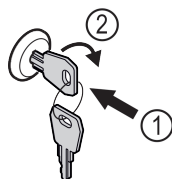

Fig. 177
- ▶ Włożyć kluczyk Fig. 177 (1).
- ▶ Przekręcić kluczyk o 90° w prawo Fig. 177 (2).